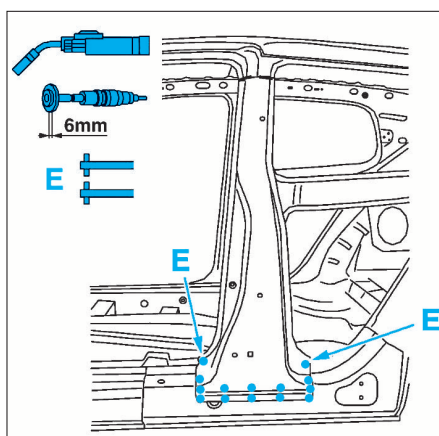

FIG. 75
- Procéder au soudage (Fig.75 à 77) au MIG ou avec une poutreuse électrique puis meuler.